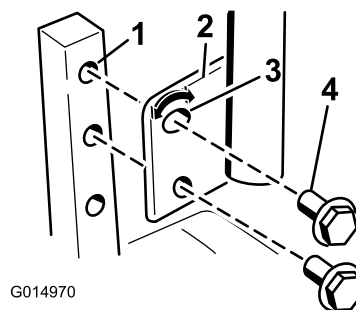

Figura 23
1. Retire los 2 pernos que fijan la palanca de control al brazo de la palanca (Figura 23).
3. Fije la palanca con los 2 pernos (Figura 23).
2. Afloje el perno inferior lo suficiente para poder desplazar hacia adelante o hacia atrás la palanca de control (Figura 23). Apriete ambos pernos para fijar el control en la posición nueva.